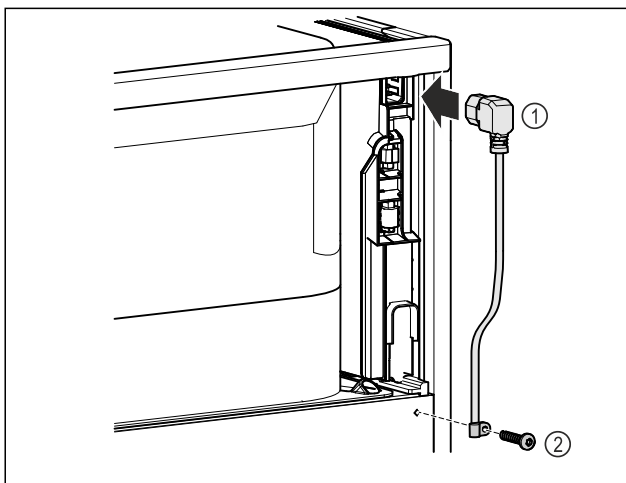

Fig. 43
- ▶ Вставьте разъем сетевого кабеля, предназначенный для устройств, не выделяющих тепла, Fig. 43 (1) с задней стороны устройства.
- ▶ Установите приспособление для разгрузки натяжения кабеля. Fig. 43 (2)